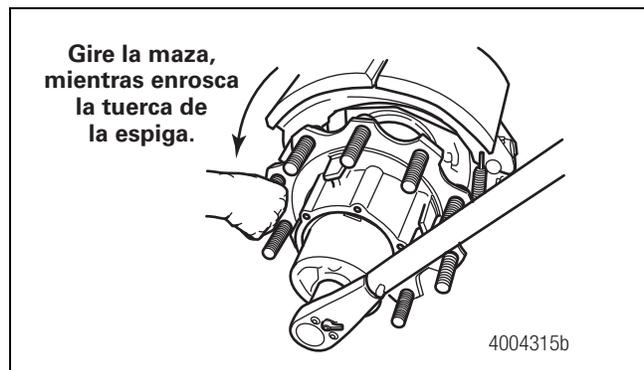

Figura 4.43
6. Apriete la tuerca del extremo de la espiga a 810-850 lbs-pie (1100-1150 N•m), mientras gira la rueda y la maza **A LA IZQUIERDA**. Después de apretar, no vuelva a aflojar la tuerca. Marque la ubicación de la tuerca con respecto a la espiga. Figura 4.43. 🛠